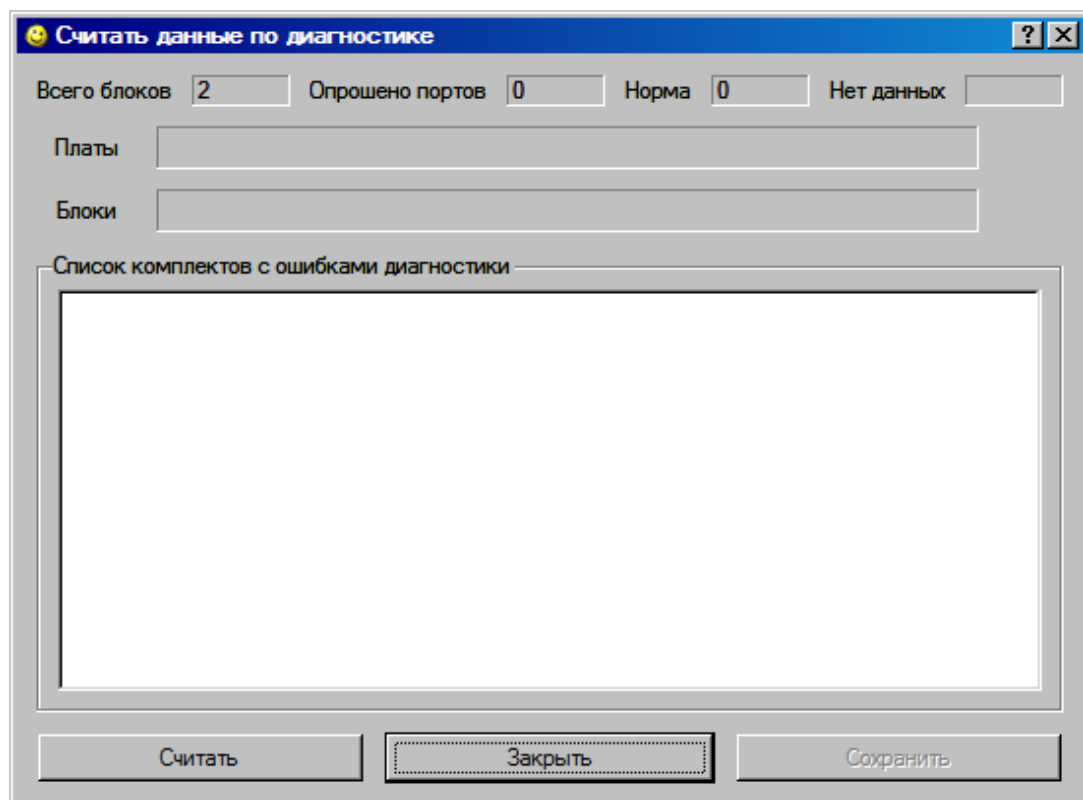

Рисунок 3.13
3.2.5.3.4 При выборе подпункта меню **Неисправные порты** появляется окно **Считать данные по диагностике** (см. рисунок 3.13)